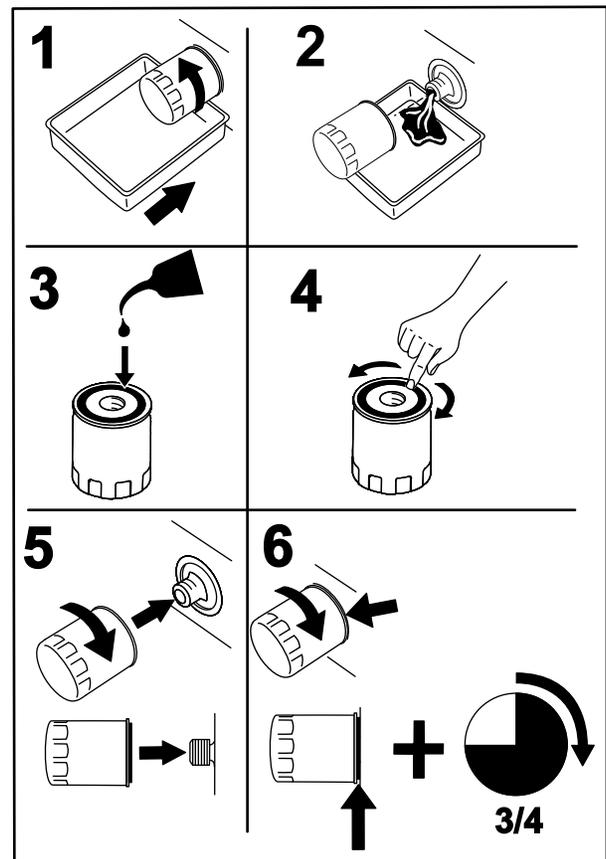

Figura 49
- Cambie el filtro de aceite del motor (Figura 49).